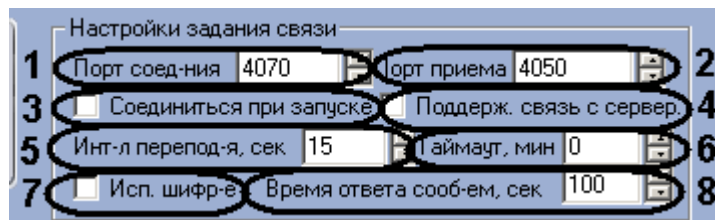

Рис. 3.6—1 Группа параметров Настройки задания связи
Настройка связи контроллера осуществляется на панели настроек соответствующего объекта в группе параметров **Настройки задания связи** (Рис. 3.6—1).
1. В поле **Порт соедин-ния** необходимо указать номер порта, который указан в поле **Порт приема** на панели настроек объекта **СКД VertX / Edge** (см. Рис. 3.6—1, 1).
2. В поле **Порт приема** необходимо ввести номер порта для приема сообщений с Сервера HID (см. Рис. 3.6—1, 2).
3. Установить флажок **Соединиться при запуске**, если требуется чтобы связь с контроллером устанавливалась сразу после его включения (см. Рис. 3.6—1, 3).